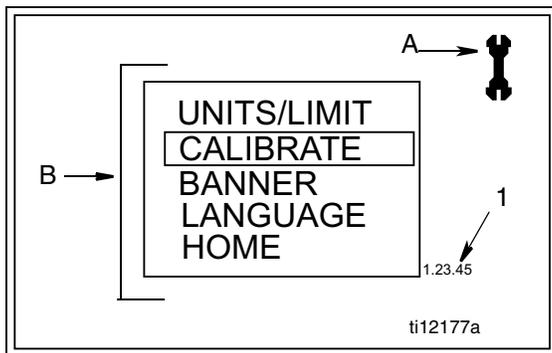

图 12
## 主设置屏幕 ( 图 12)
### 主屏幕功能 ( 图 12 )
2. 然后同时按住中间的回车按钮 ( b ) ( 图 11 )。按住这两个按钮不放，直到显示如图 12 所示的主设置屏幕。